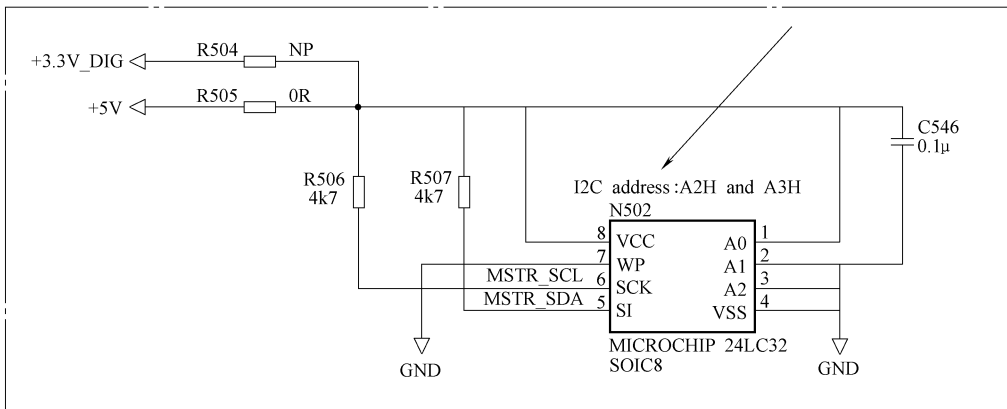

图 5-92 N502 相关电路截图
(1) 该机故障具体为开机无图像黑屏、背光灯亮、无字符但有字符边框、操作按键除待机键正常外, 其他按键都无作用。
(2) 此故障较为常见, 大多通过用软件升级都可恢复正常, 更换新的空的 24LC32 也可。
(3) N502 相关电路截图如图 5-92 所示。